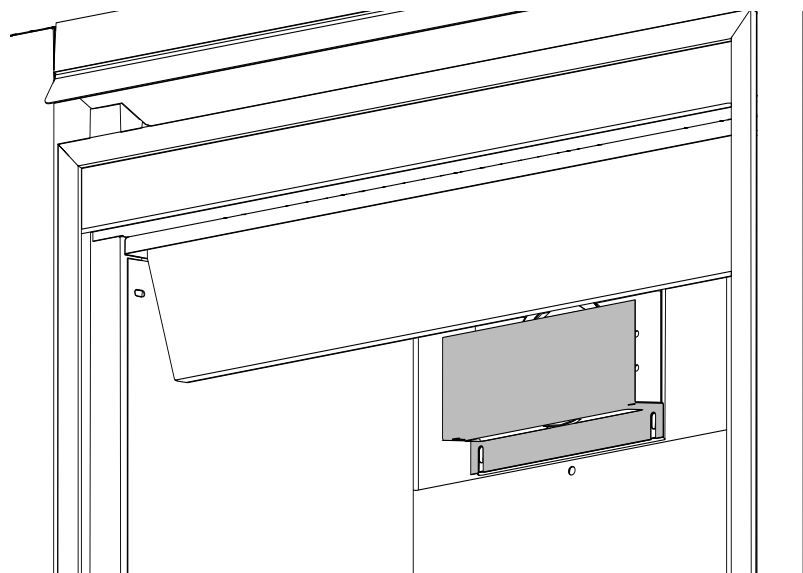

Fig. 1
- B. Desserrez les deux vis servant à fixer la plaque d'évacuation, installez le déфлекteur en glissant les ouvertures en forme de fentes derrière les têtes de vis, puis resserrez les vis (**Fig. 1**).